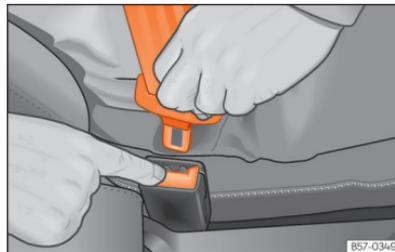

Abb. 27 Schloszlunge vom Gurtschloss lösen.
- Rote Taste im Gurtschloss drücken »» [Abb. 27]. Die Schloszlunge springt heraus.